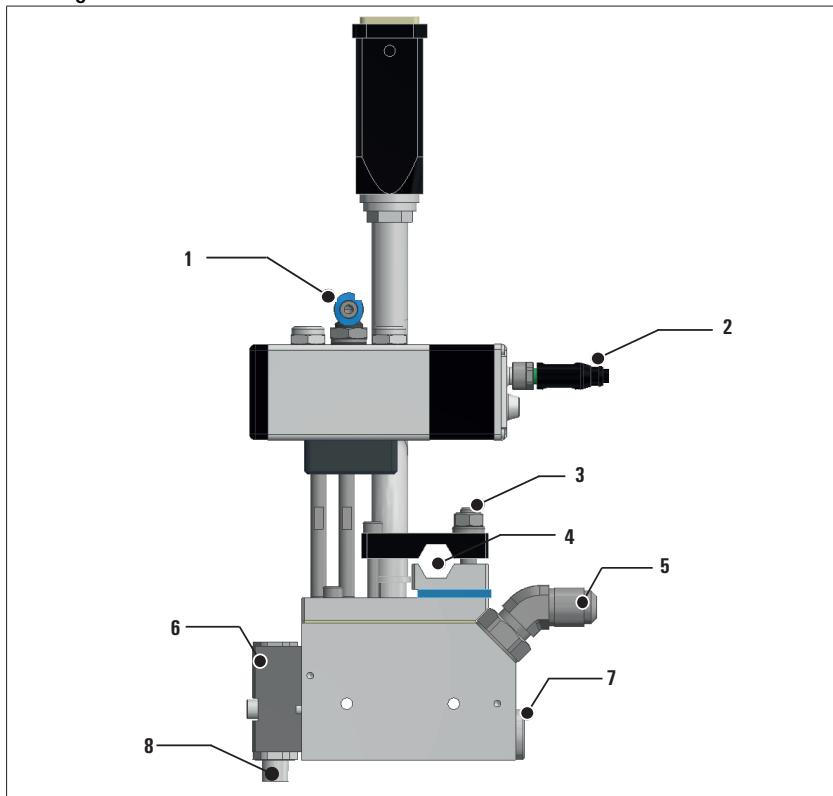

Bild 2: Anschlüsse HB 11
Verbinden Sie die Druckluftzufuhr (Schnellkupplung PK4) mit dem Anschluss (1) (siehe Bild 2).
4. Heizbaren Schlauch mit Anschluss (5) verschrauben (siehe „Bild 2: Anschlüsse HB 11“ auf Seite 6)